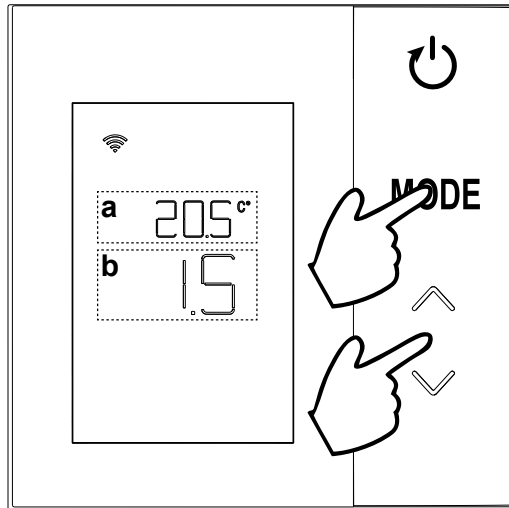

fig. 30
1. la valeur de la correction (**b** « fig. 30 »), modifiable avec les touches   ;
2. La température mesurée (**a** « fig. 30 ») à laquelle la correction « **b** » est appliquée.